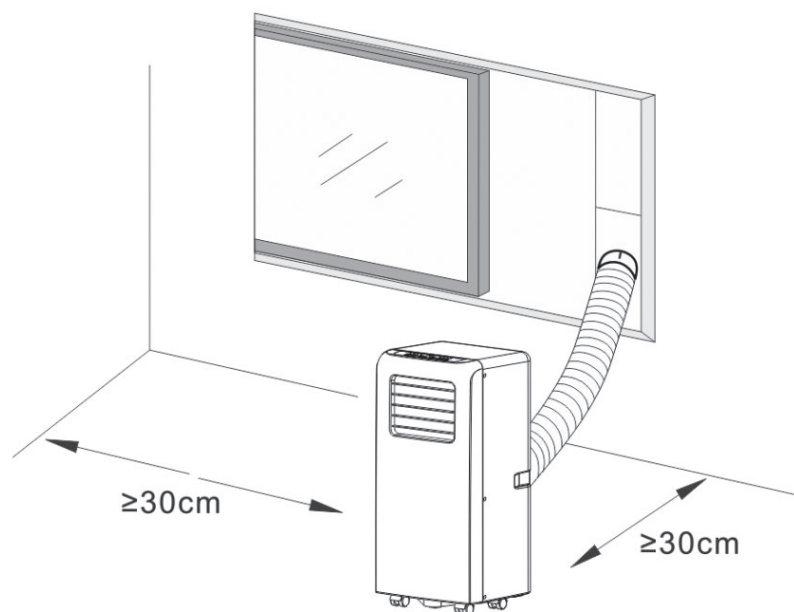

Fig. 3
- O ar condicionado deve ser instalado numa superfície plana e resistente que esteja vazia ao menos 30cm em redor da unidade, para que nada bloqueie a saída de ar. (Ver Fig.3)